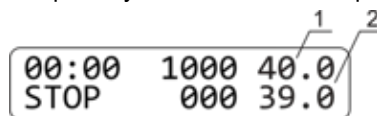

Рисунок 4. Дисплей после калибровки:
6.5. Дисплей покажет откалиброванные значения температуры (рис. 4/1), а прибор продолжит термическую стабилизацию согласно ранее установленной температуре.